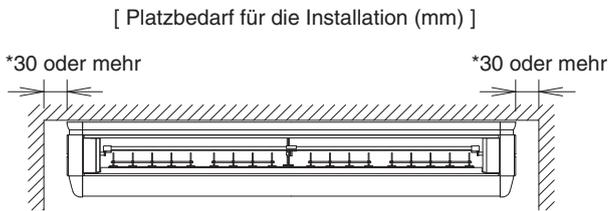
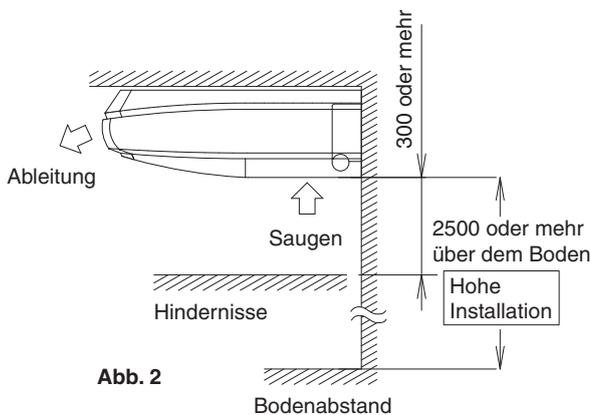

Abb. 1
Abb. 2
- (1) Wählen Sie einen Installationsort, der folgenden Bedingungen entspricht und den Wünschen des Kunden entspricht.
- Wo ausreichender Platz für Installation und Service sichergestellt werden kann. (Siehe Abb. 1 und Abb. 2)